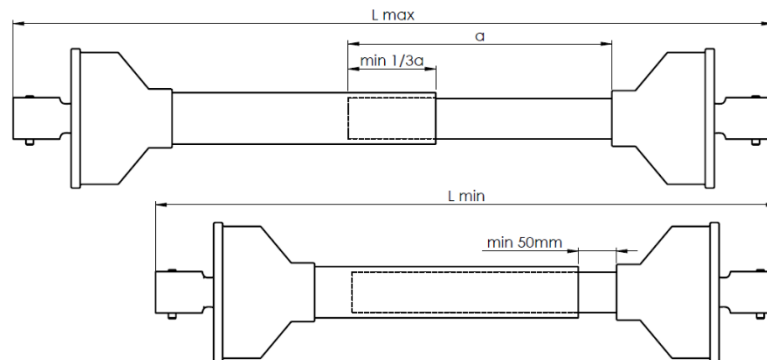

Abbildung 18. Einstellen der Länge der Gelenkwelle beim Anschluss des Dungstreuers an den Schlepper
- stellen Sie sicher, dass die Gelenkwelle, die den Antrieb vom Schlepper überträgt, im angekoppelten Zustand in jeder Stellung des Schleppers in Bezug auf den Streuer ausreichend lang ist (Abb. 18);